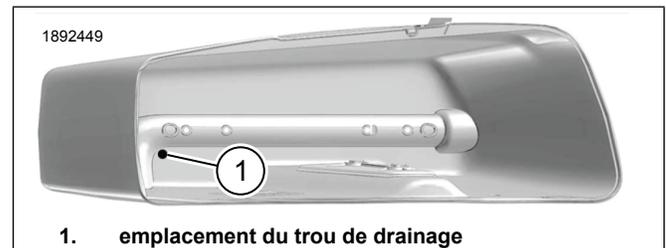

Figure 3. Placement du trou de drainage de la sacoche gauche
Percez le trou de drainage Voir la Figure 3. (1) à l'emplacement indiqué.